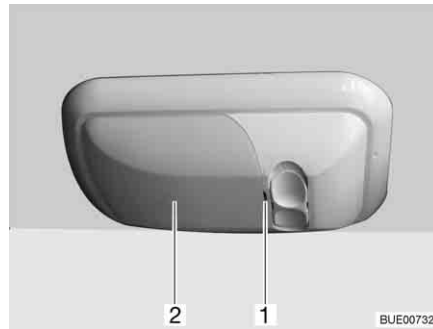

Fig. 273 Eclairage du garage
- Soulever prudemment le couvercle (Fig. 273,2) avec un outil approprié (p. ex. tournevis) au niveau de l'encoche (Fig. 273,1) et le retirer.